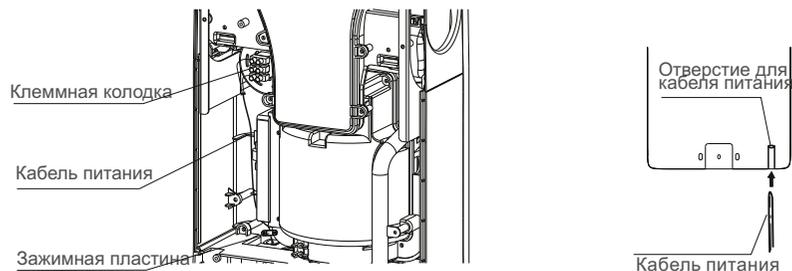

Рисунок 8
5. Снимите зажим, фиксирующий кабель питания. Освободите кабель питания от клеммной колодки, ослабив крепежные винты. Извлеките кабель питания с вилкой. (Рисунок 8).
6. Вставьте отдельный кабель питания из распределительной коробки в отверстие (Рисунок 8)